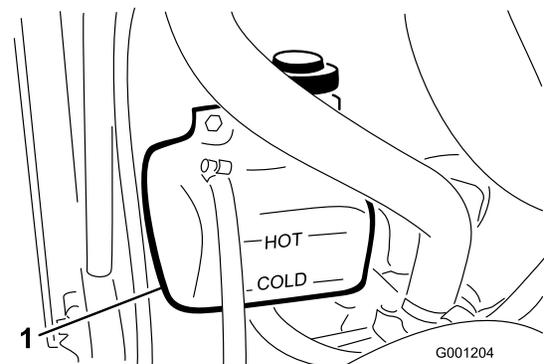

Figura 24
1. Compruebe el nivel de refrigerante en el depósito de expansión (Figura 24).